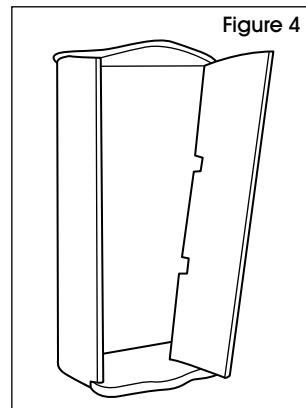

Figure 4
5. Stand the unit upright. Place the right door in the open position and insert the top hinge pin into the upper hinge hole. (See Figure 4)
5. Placez l'unité en position verticale. Placez la porte droite en position ouverte et insérez l'axe de charnière supérieure dans le trou de charnière supérieure. (Voir Figure 4)